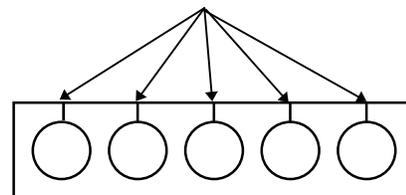

Figura 3-13
8. Os espaçadores devem ser cortados de um lado com uma tesoura antes da instalação. Veja na Figura 3-13 quanto às áreas corretas a serem cortadas.